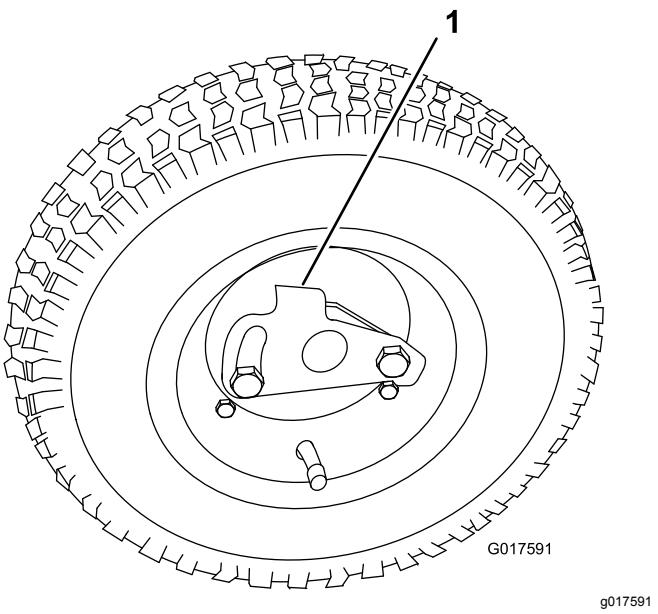

Рисунок 10
- Отведите стопор колеса в сторону от центра колеса, чтобы сдвинуть колесо дальше на вал (Рисунок 10).